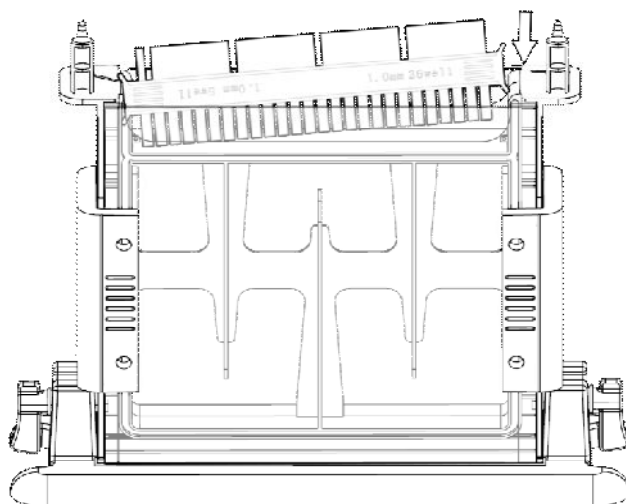

图 3插入电泳梳子
- e. 选择所需要的梳子，在边条之间从上部先插入梳子一侧，再插入梳子另一侧。完全插入直至梳子U形背脊与内玻璃板U形凹口对齐（图3）。